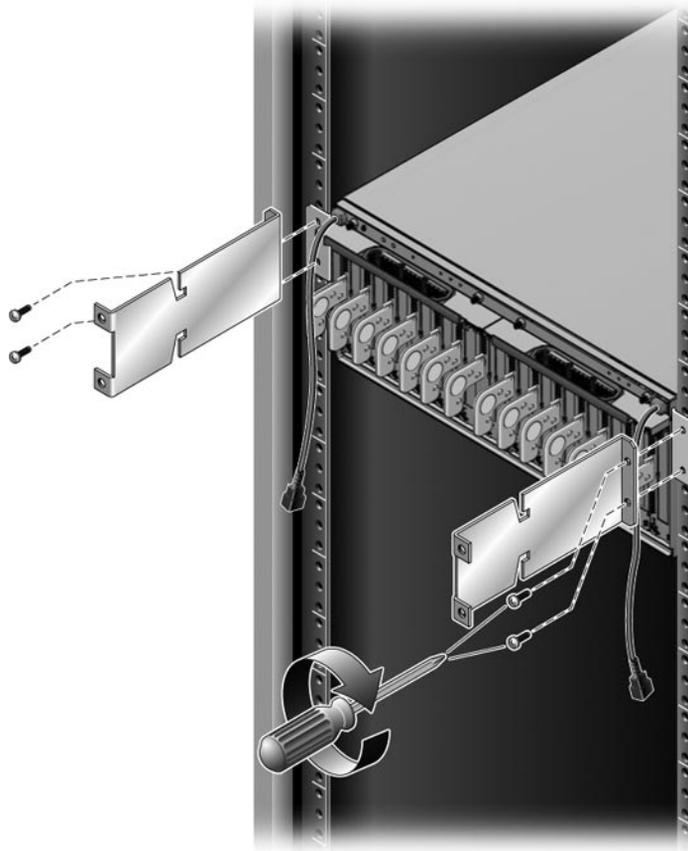

FIGURE 2-12 Installation des supports
2. Placez les supports juste au-dessus des supports de montage du châssis (FIGURE 2-12) et fixez chaque support sur l'armoire avec deux vis sans les serrer. Ne serrez pas encore les vis.